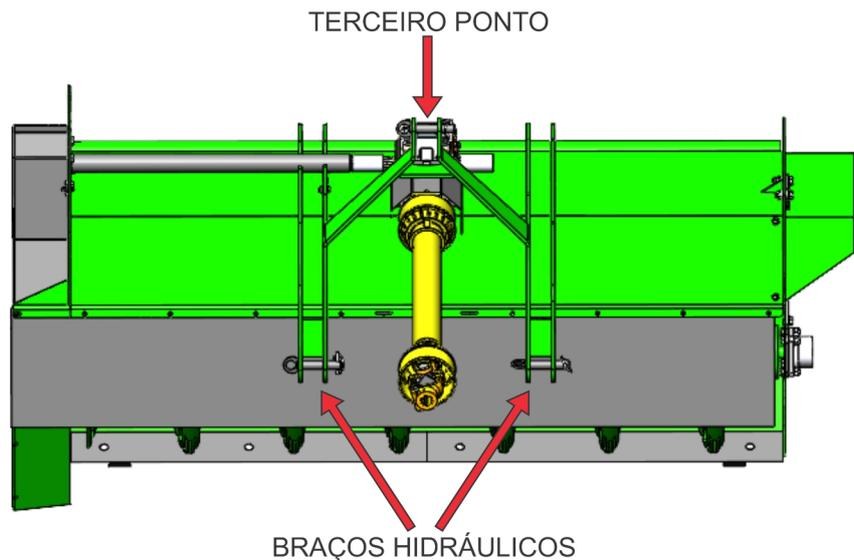

Figura 5.1 – Pontos de fixação.
1. Para acoplar o trator ao cabeçalho, posicione adequadamente os braços do levante hidráulico do trator nos pontos de engate da máquina e insira as travas de segurança. Na sequência engate a barra de fixação no terceiro ponto do trator e no ponto de fixação superior do equipamento (figura 5.1).